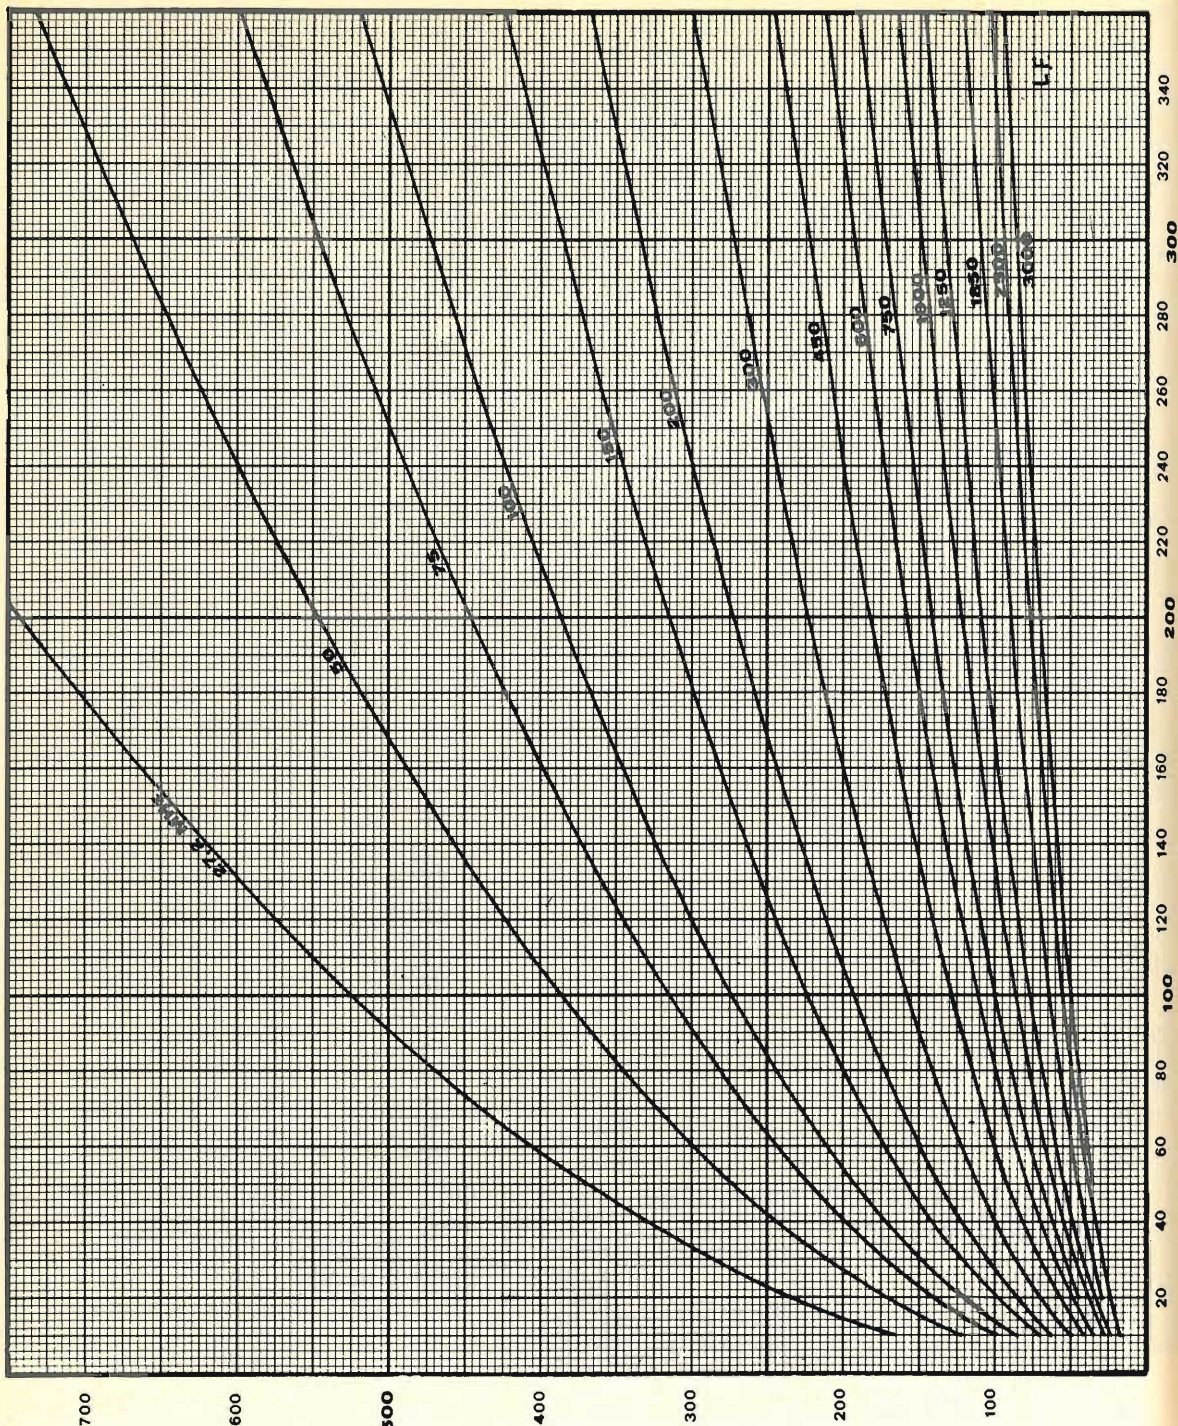

figura 18
Il primo ellissoide di Fresnel, riferito ad una assegnata frequenza, su una data distanza, potrà essere preventivamente tracciato con facilità impiegando il grafico di figura 18. Questo infatti fornisce il valore del raggio massimo ( $\varphi_{max}$ ) in metri che detto ellissoide assume al centro della tratta, in funzione della lunghezza della stessa (distanza TX-RX) e della frequenza in gioco, senza nessuna difficoltà di calcolo!
2) segnare sulle stesse, in corrispondenza della loro mezzera, il raggio massimo ( $\varphi_{max}$ ) del primo ellissoide di Fresnel in base alla figura 18;